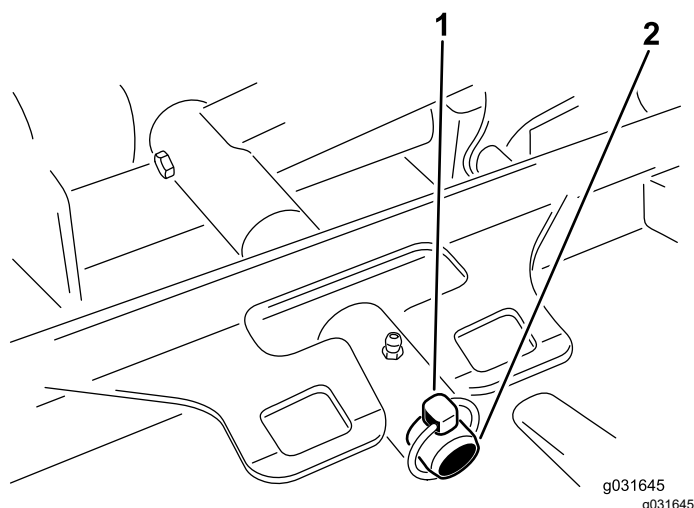

Figure 68
3. Retirez la goupille à anneau ou l'écrou de retenue qui fixe le bâti porteur de l'unité à l'axe de pivot du bras de levage (Figure 68).
3. Poussez le bâti porteur de l'unité de coupe sur la tige de pivot et fixez-le avec une goupille à anneau ou l'écrou de retenue (Figure 68).